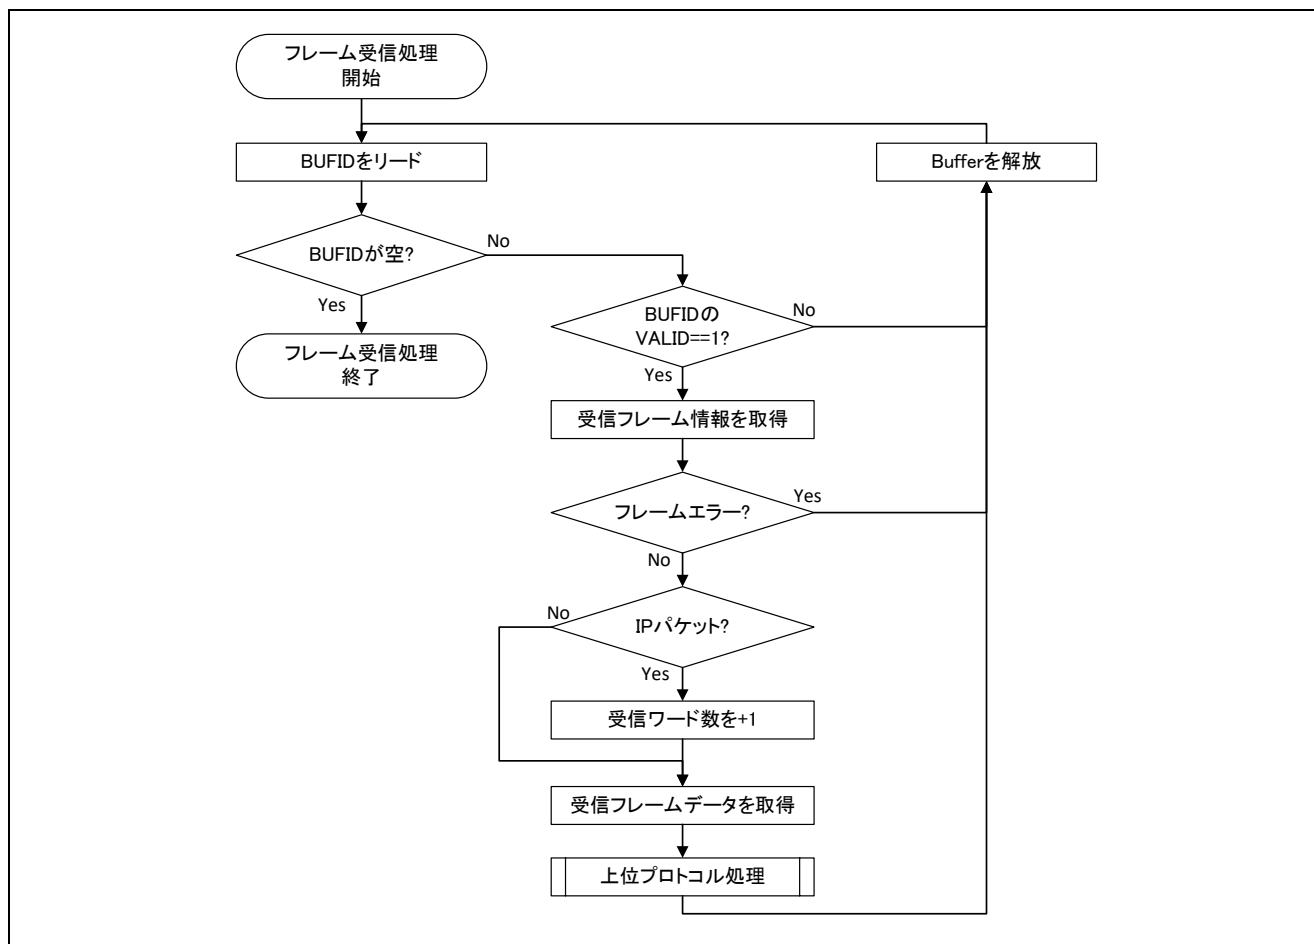

図12.32 受信処理例
- ① 受信TCP/IPアクセラレータ機能を無効にしてください。具体的には、GMAC\_ACCレジスタのbit0をクリア、またはbit2をセットしてください。
- ② データを欠損させないために、IPパケットの場合は受信ワード数を1ワード加算して、上位のスタックに引き渡して処理を実施してください。また、上位スタックでは、IPヘッダのTotal lengthを元にIPパケットのペイロードを取得し、それ以降のデータは破棄してください。受信処理のフローチャート例を図12.32に示します。